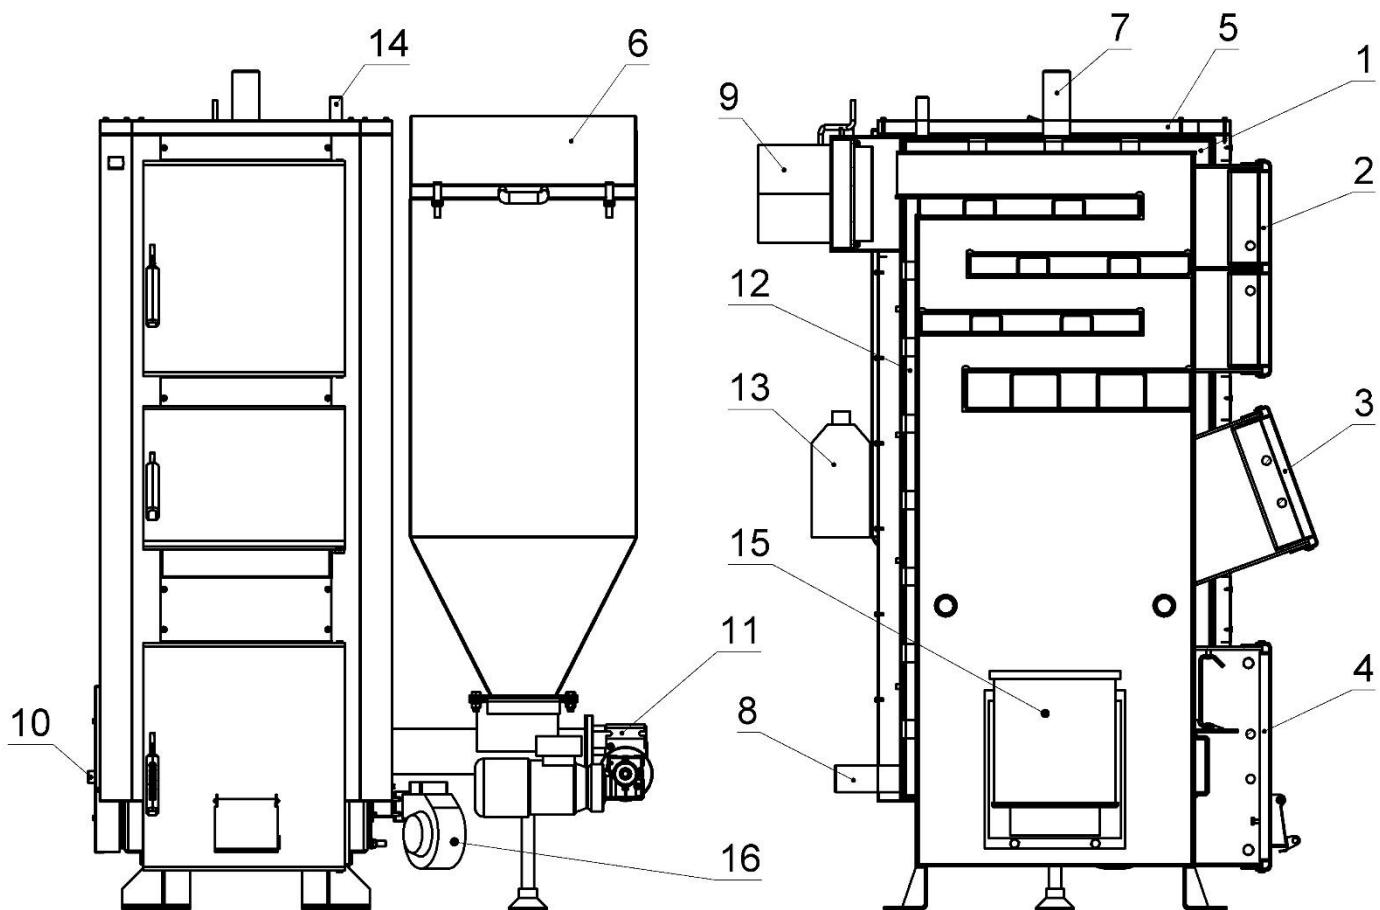

Рисунок 5.1 – Внешний вид и основные элементы котлов типа КТНк
Конструктивно котел представляет собой сборно-сварную конструкцию, состоящую из корпуса с камерой сгорания (поз. 1, рис. 5.1). Над топкой расположена конвекционная часть котла, что представляет собой высокоэффективный четырёхходовий теплообменник.
Корпус котла выполнено в форме параллелепипеда с двойными стенками, которые разделены водными перегородками (поз. 12, рис. 5.1). На наружной поверхности корпуса под декоративной обшивкой закреплена тепловая изоляция (поз. 5, рис. 5.1).
- шнекового (винтового) механизма подачи топлива, который приводится в движение мотор-редуктором (поз. 11, рис. 5.1);
- самоочищающейся чугунной топки-реторты, выполненной в форме бокала (поз. 15, рис. 5.1);
- вентилятора, нагнетающего воздух в топку-реторты (поз. 16, рис. 5.1);
Топливо для процесса сжигания подается автоматически из расположенного у котла бункера для топлива (поз. 6, рис. 5.1) с помощью винтового (шнекового) механизма подачи. В чугунной реторте происходит процесс сжигания топлива с участием воздуха, поставляемого приточным вентилятором. Для равномерного
Обслуживание котла состоит в периодическом добавлении топлива в бункер (поз. 6, рис. 5.1) и устранении золы из зольной полки (без необходимости погашения котла). После разжигания котёл не требует постоянного пребывания в помещении, где он смонтирован, обслуживающего персонала. Эксплуатация котла может происходить
Дымовые газы выходят в дымоход через боров (поз. 9, рис. 5.1), расположенный в задней части котла. Боров оборудован дроссельным клапаном продуктов сгорания - шибером, который в случае слишком высокой тяги в дымоходе дает возможность ее снизить путем частичного перекрытия выходного отверстия боровья.
- дверцы для периодического обслуживания (чистки) конвективной части котла (поз. 2, рис. 5.1);
- дверцы топки (поз. 3, рис. 5.1) для доступа к ретортам (для разжигания котла и периодической чистки реторт)
- ревизионные дверцы (поз. 4, рис. 5.1).
В верхней части теплообменника размещены: патрубок прямой сетевой воды (поз. 7, рис. 5.1) и штуцер для установки предохранительного клапана (поз. 14, рис. 5.1). В нижней части, на задней стене - патрубок обратной воды (поз. 8, рис. 5.1). Сливной патрубок (поз. 10, рис. 5.1) расположен на боковой стенке котла.
Корпус котла обложен теплоизоляционным материалом (поз. 5, рис. 5.1).
Датчик температуры в комплекте контроллера необходимо закрепить на неизолированные участке патрубка прямой сетевой воды (поз. 8, рис. 5.1), используя шплинтовое крепление (бандаж). После предварительной затяжки бандажа (бандаж можно обернуть вокруг трубы дважды, или отрезать избыток ножницами для металла), вложить датчик температуры между бандажом и трубой. Осторожно зажать бандаж так, чтобы датчик температуры не перемещался под бандажом. Очень сильное затягивание может повредить измерительные элементы. Обмотать датчик термоизоляционным материалом.
Заполнение котла и всей системы отопления водой должно происходить через штуцер слива воды из котла (поз. 10, рис. 5.1). Заполнение необходимо делать медленно, чтобы обеспечить устранение воздуха из системы.